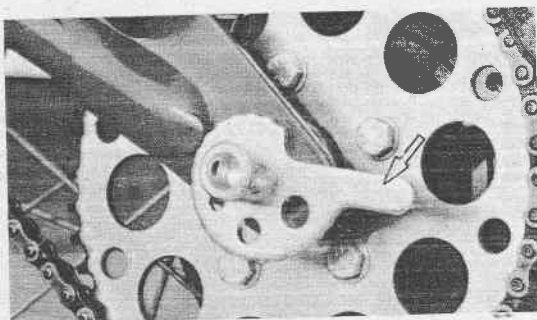

Fig. 24 - Tendicatena
- Svitare i dadi perno ruota e allentare i due tendicatena (Fig. 24).